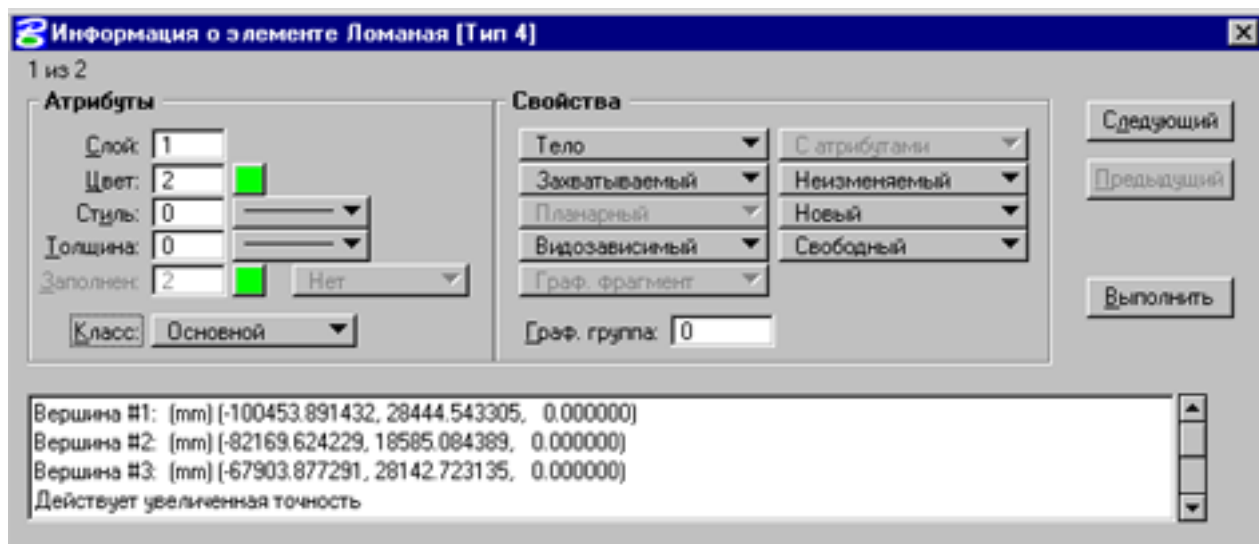

рис. 31
Диалоговое окно *Информация об элементе* (рис. 31) состоит из трех полей:
- Выбрать элемент (элементы), а затем нажать на пиктограмму *Информация об элементе* из меню пиктограмм *Базовая*. В появившемся окне (рис. 31) измените необходимые атрибуты и нажмите кнопку *Выполнить*. И так для каждого элемента в группе, перебирать которые можно, нажимая на кнопки *Следующий* и *Предыдущий*.